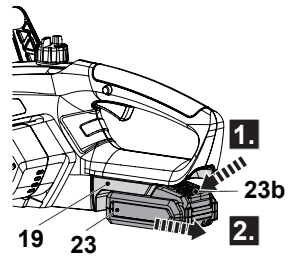

Fig. 14
2. Presione el botón liberador (23b) y retire el paquete de baterías (23) del puerto de acoplamiento de la batería (19) (Fig. 14).